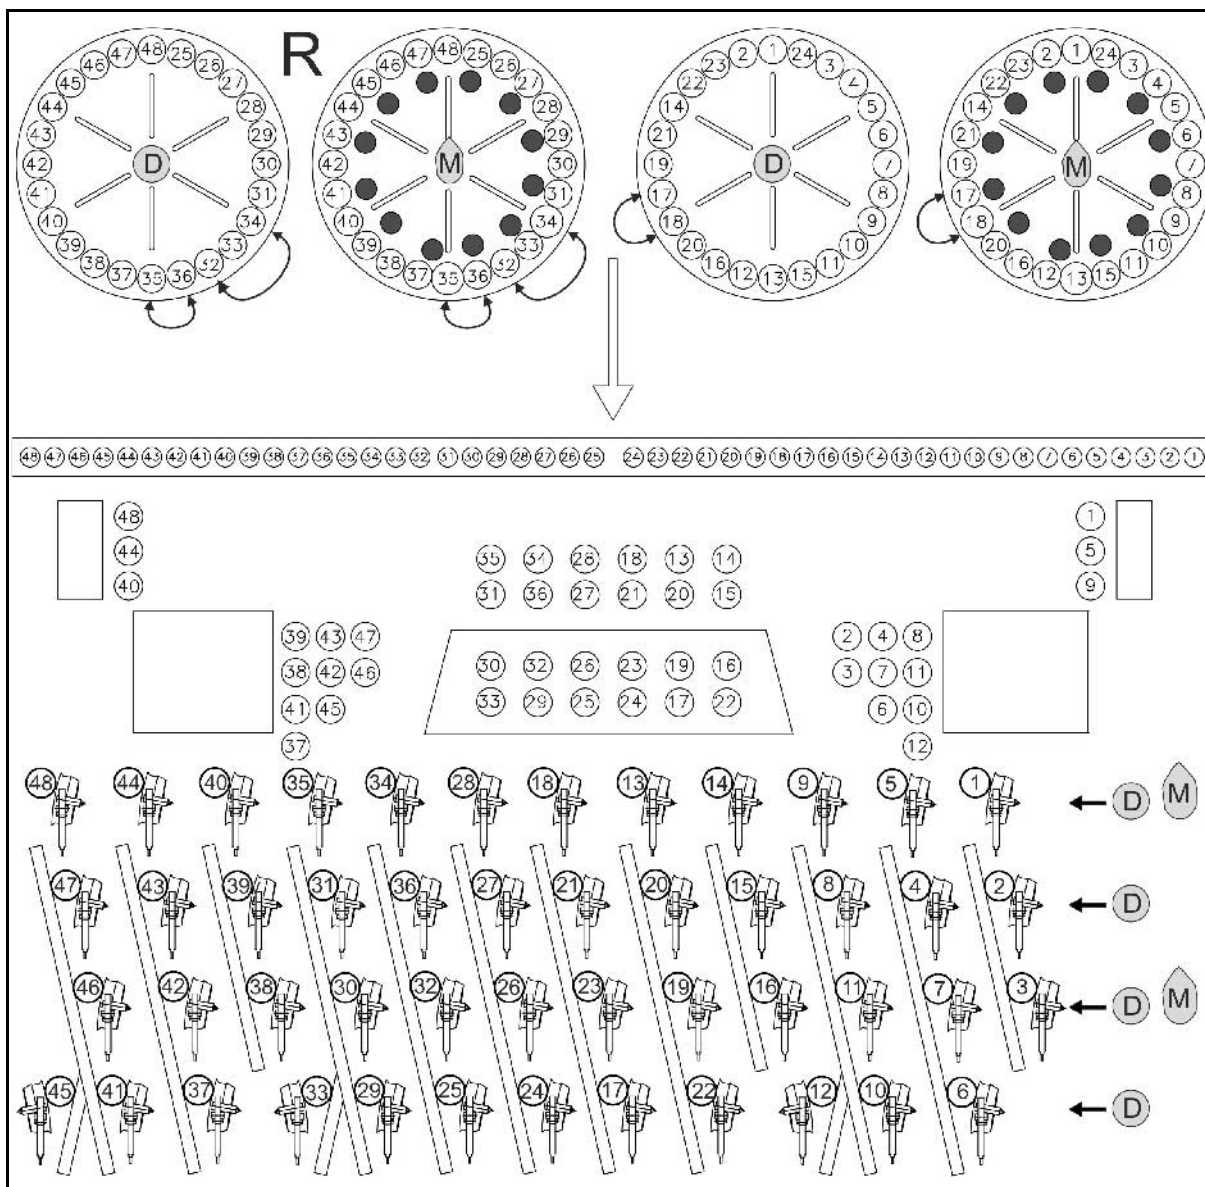

Рис. 38
- Кукуруза **M**: установите заглушки  согласно Рис. 38.